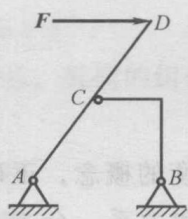

图 1-2
(2) 图 1-2 所示结构中, 杆 AD 的 D 端作用水平力 F , 支座 B 对折杆 BC 的约束力方向应为 ()。